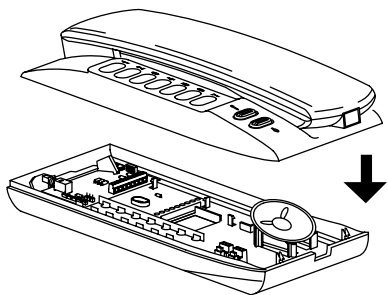

Fig. 6
- 4- Vedi punto 4 Art. 1902 e fig. 6